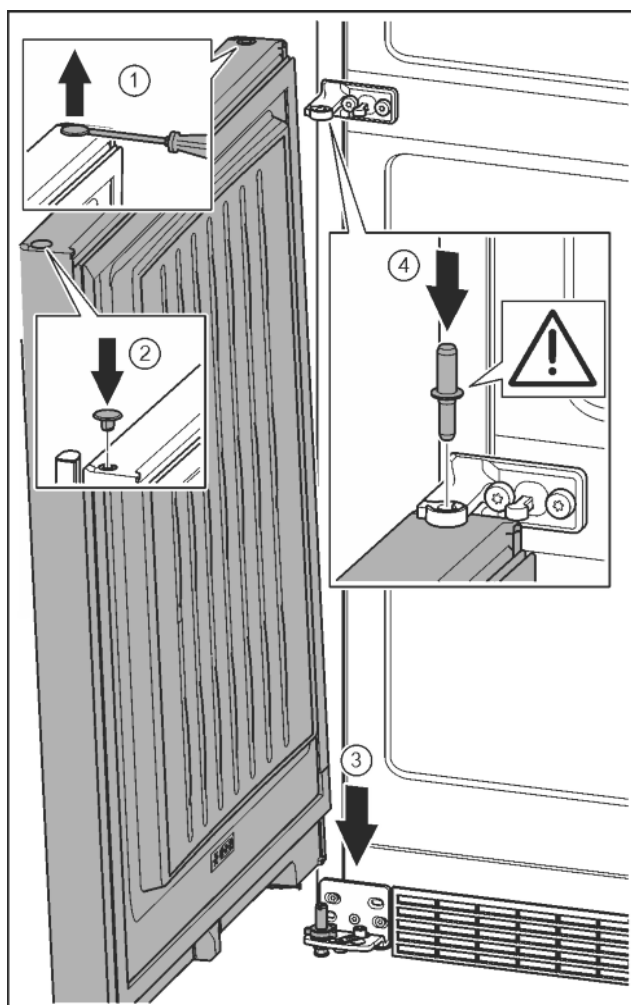

Fig. 22
- Odvijačem s ravnom glavom oprezno podignite čep i izvadite ga. Fig. 22 (1)
- Ponovo umetnite čep na drugoj strani vrata. Fig. 22 (2)
- Stavite vrata odozgo na donji svornjak ležaja. Fig. 22 (3)
- Umetnite srednji svornjak ležaja kroz srednji podložak ležaja u donja vrata. Pri tome pazite da je ispučenje za blokiranje okrenuto prema otpraga. Fig. 22 (4)